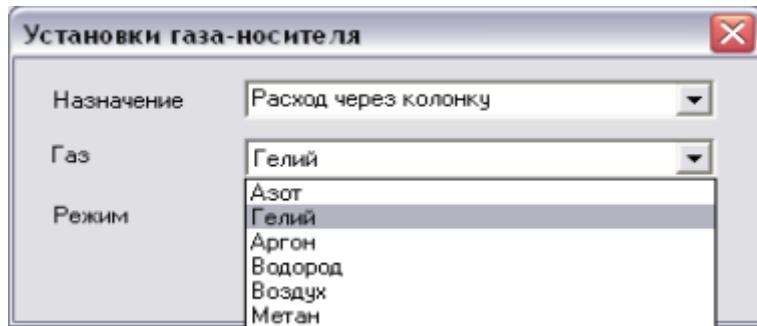

Рис. 35: Окно «Установки газа-носителя»
- Выберите канал РГП, который необходимо настроить (в примере: **1.Гелий**). Откроется окно *Установки газа-носителя* (Рис. 35).